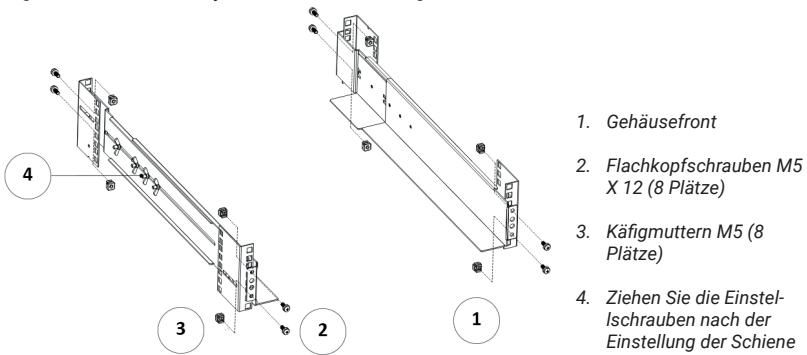

Abb.4: Befestigung der Schienen
2. Wählen Sie die entsprechende Größe im Schrank für die Positionierung der Stromversorgung (siehe Abbildung 4). Die Schiene nimmt vier Punkte auf der Vorder- und Rückseite des Gehäuses ein.